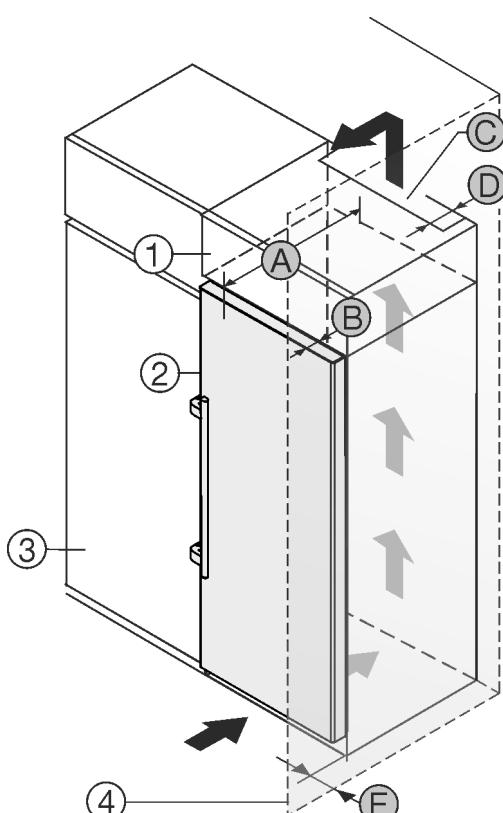

Fig. 2
- (1) Dulap suspendat *
- (2) Aparat *
- (3) Dulap de bucătărie *
- (4) Perete *
- (A) Adâncime aparat *
- (B) Adâncime ușă *
- (C) Secțiune ventilație *
- (D) Distanță la partea posteroară a aparatului *
- (E) Distanță la partea aparatului *
Puteți amplasa aparatul direct lângă dulapul de bucătărie Fig. 2 (3).*
În partea din spate a dulapului suspendat trebuie să existe o fântă de aerisire cu grosimea Fig. 2 (D) pe toată lățimea dulapului suspendat.*
Sub tavanul încăperii trebuie să fie respectată secțiunea de ventilație Fig. 2 (C).*
Atunci când montați aparatul cu balamalele lângă un perete Fig. 2 (4), distanța dintre aparat și perete trebuie să fie de minim 57 mm. Această valoare corespunde proeminenței mânerului cu ușa deschisă.*
Astfel încât să puteți deschide complet ușa, aparatul trebuie să fie proeminent cu cel puțin adâncimea ușii Fig. 2 (B) față de suprafața frontală a dulapului de bucătărie. În funcție de adâncimea dulapurilor de bucătărie Fig. 2 (3) și utilizarea distanțierelor de perete, aparatul poate ieși mai mult în afară.*